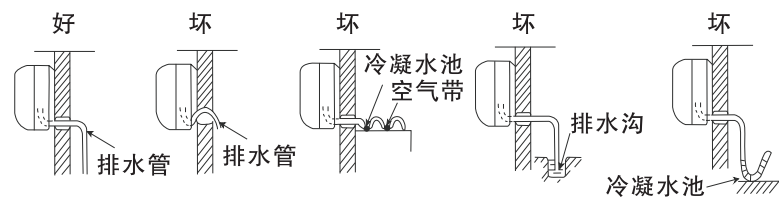

图28
- 1 用附件⑩排水管与室内机组的出水管连接起来。
- 2 如要使冷凝水流得舒畅，排水管应倾斜少许，如图28所示。